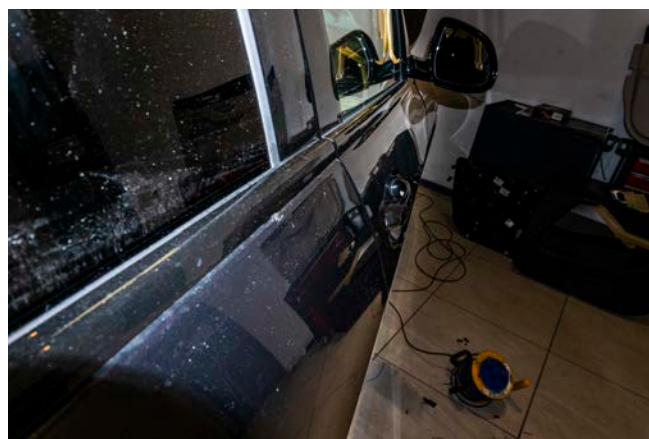

Рисунок 20 – Проверка работоспособности
8. Проверить работоспособность доводчика → закрыть/открыть дверь и убедиться в правильности монтажа. Все болтовые и винтовые соединения пройти фиксатором резьбы (рис. 20).